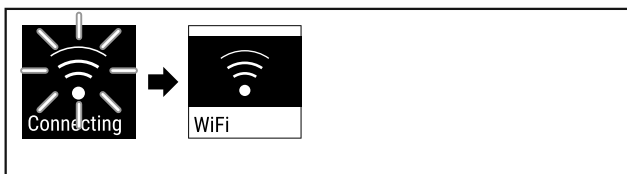

Fig. 86
- ▶ Връзката се установява (виж Fig. 86).